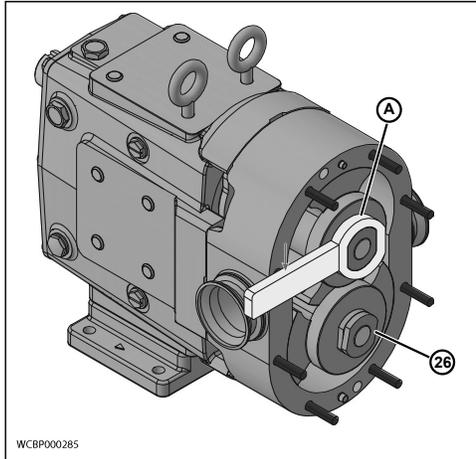

Ilustración 33 - Quitar las tuercas de retención del rotor
2. Retire las tuercas de retención del rotor (26). Utilice la llave especial (A) suministrada con la bomba y golpee fuertemente el mango con un martillo blando para aflojar las tuercas (26) (Ilustración 33).